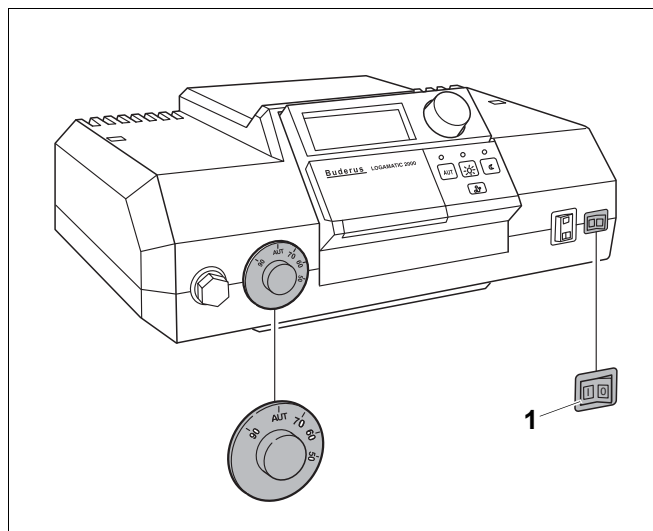
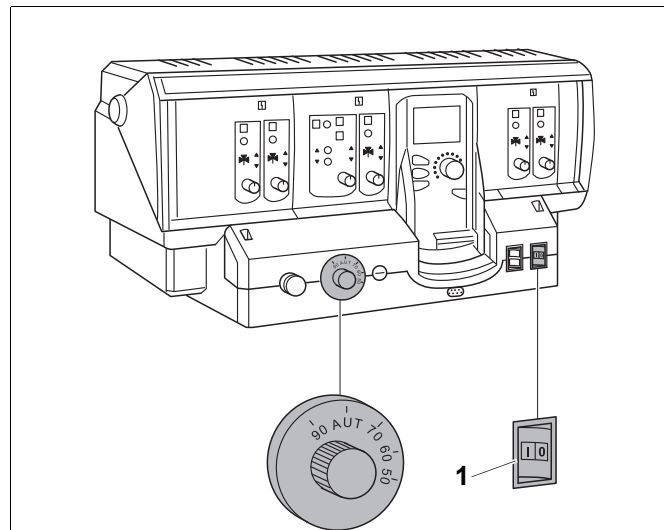

Рис. 36 Система управления Logamatic 2000
Рис. 37 Система управления Logamatic 4000
- Установить пусковой выключатель (Рис. 36, поз. 1 или Рис. 37, поз. 1) в положение "0" (ВЫКЛ).